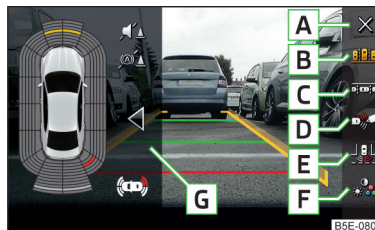

Fig. 252
Suprafețe de comandă funcții » fig. 252
- › Atingeți suprafața de comandă funcții » fig. 252 la pagina 228.